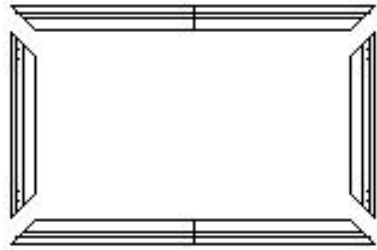

Abb. 3
3. Legen Sie alle vier Rahmenteile 2x (A) und 2x (B) in die finale Position auf den Boden (Abb. 3).